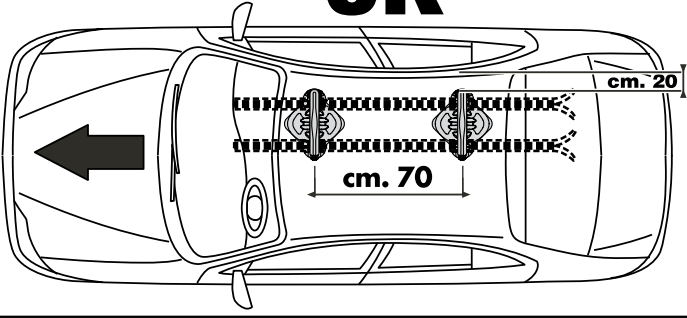

Fig. 4
4. Posizionare le piastre, prima quella anteriore su una zona il più possibile piana del tetto vettura e poi la posteriore, in senso longitudinale, in modo tale che siano distanziate l'una dall'altra circa di 70cm (fig.3) ed entrambe a circa 20cm dallo sportello. Nel caso di trasporto di sci da bimbo, adattare la distanza tra i portasci in base alla loro lunghezza verificando, in ogni caso, che risulti impossibile la fuoriuscita di essi in caso di scorrimento longitudinale (fig.4).
4. Placer les plaques (d'abord la plaque avant sur une zone la plus plate possible, puis la plaque arrière) dans le sens longitudinal et parallèlement à la ligne médiane du toit (distance maximum 70 cm) et tout les deux à 20 cm de la portière de la voiture (fig. 3). En cas de transport de skis d'enfants adapter la distance entre les porte-skis à la longueur des skis. Vérifier, dans tous le cas, que les skis ne puissent pas sortir de leurs supports par glissement longitudinal (fig. 4).